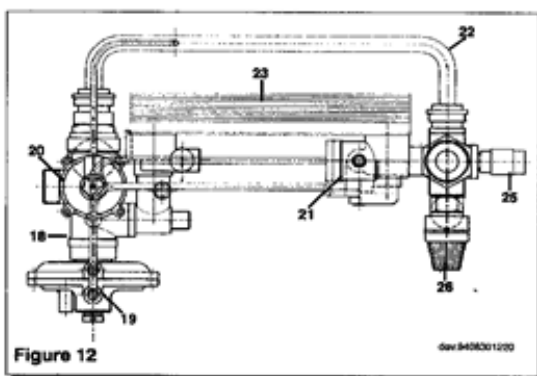

Figure 12
- * vider l'installation, en se limitant si possible à la chaudière, grâce au robinet de vidange (25 figure 12);